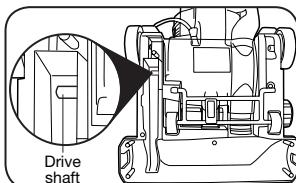
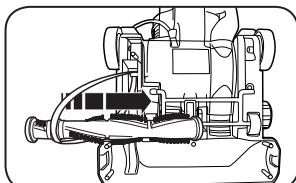

Fig. 3
Fig. 4
3. Bouchez la nouvelle courroie autour de l'arbre de transmission (Fig. 3) et de l'anneau en relief situé entre les poils de la brosse (Fig. 4).